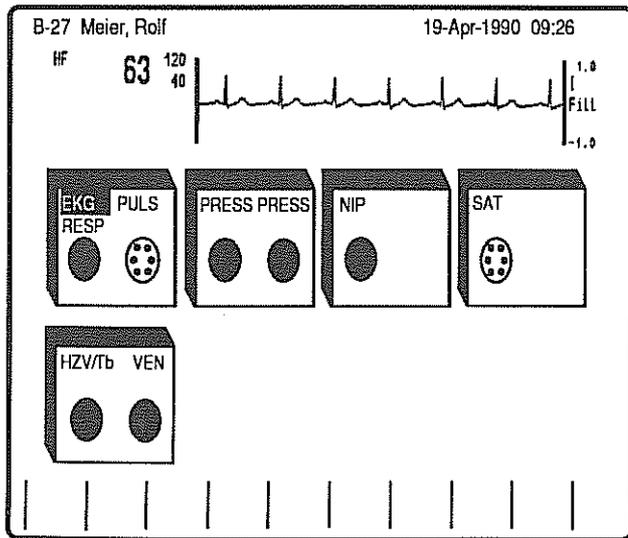

Bild 4
- * Befindet sich die Modulbox nicht beim Gerät, so können Sie dazu auch die Taste **Set up** am Monitor drücken. Es erscheint dann eine schematische Darstellung der Module mit den angeschlossenen Signalleitungen (Bild 4).